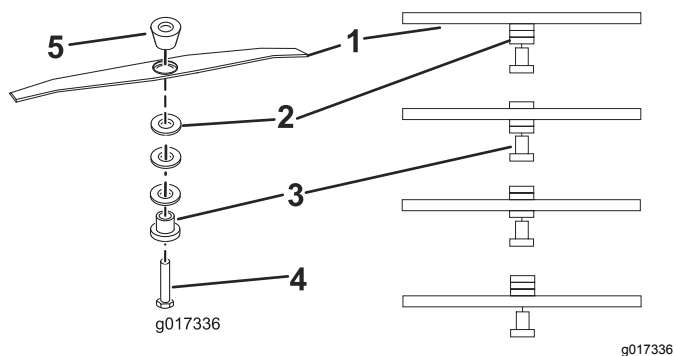

Figura 13
5. Coloque los espaciadores a la altura deseada, vuelva a instalar el retén de la cuchilla y los espaciadores (Figura 13), y apriete el perno a 25 N·m (18 pies-libra).